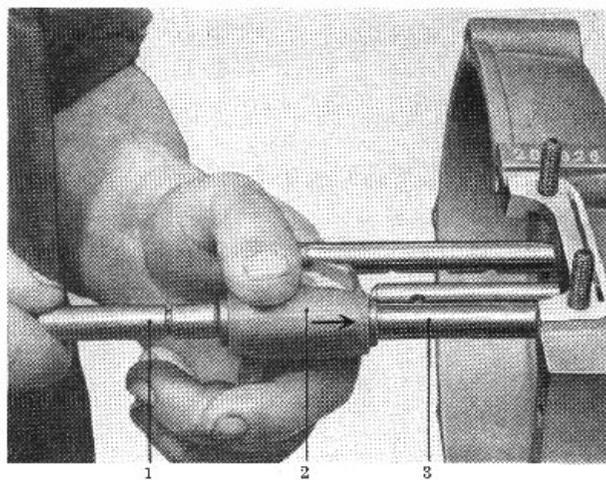

Bild G 27. Schaltgabel mit Kugel und Druckfeder auf einen gebrauchten Schaltbolzen aufschieben
**Beachte:** Um ein erneutes Einsetzen der Arretierkugeln und Druckfedern zu ersparen, werden die Schaltgabeln zweckmäßig auf zwei alte bereitgehaltene Schaltbolzen geschoben (Bild G 27).